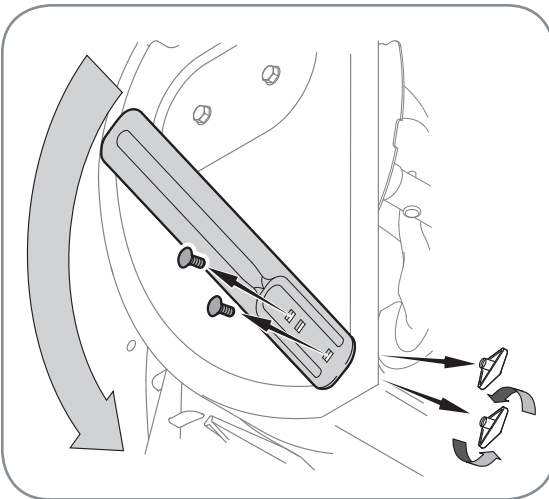

Figure 3-7
- Elles servent en cas d'accumulation importante de neige. Sur les modèles si équipés, les barres de coupe et la bouloserie sont assemblées à l'envers sur l'habitacle des tarières. Voir la Figure 3-7.